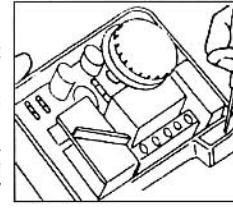

fig. 6
12. El termostato contiene un sensor muy sensible colocado en la parte baja hacia la derecha (fig.6) se aconseja no tocar el sensor porque puede dar una lectura equivocada, si esto sucede deje que la temperatura se establezca de nuevo.
6. Wählen Sie entweder das HEAT (Warm) oder COOL (Kalt) System mit dem Springerkabel auf der PCB der Basis. Die Springerauswahl kann mit dem Schema auf der Rückseite der Vorderfront oder auf dem folgenden Bild (siehe Bild 6) überprüft werden.
12. Dieser Artikel ist mit einer sehr empfindlichen Temperatursonde ausgestattet. Sie befindet sich auf der unteren linken Seite der Einheit (siehe Bild 6). Wir empfehlen die Sonde nicht zu berühren, da dies eine nicht korrekte Funktion herbeiführen könnte. Wenn Sie ausversehen die Sonde berührt haben, warten Sie, bis sich die Temperatur nach einer Weile selbst wieder richtig eingestellt hat.